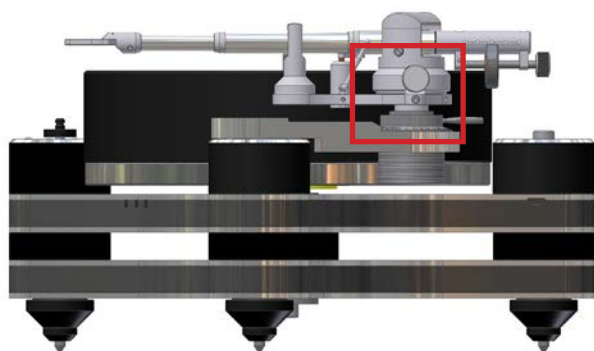

Abb. 4: Montage der Tonarmbasis mit *VTA-Lifter*
- 1). Befestigen Sie den *VTA-Lifter* mit Hilfe der beiliegenden Schrauben auf die vormontierte Tonarmbasis (siehe Abb. 4 und 5).